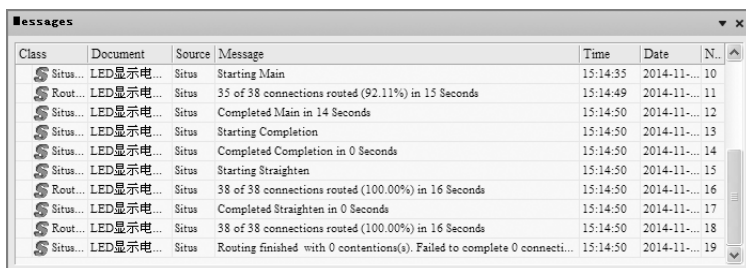

图 9-47 “Messages” 面板
2) 选择一项布线策略，然后单击“Route All”（布线所有）按钮即可进入自动布线状态。这里选择系统默认的“Default 2 Layer Board”（默认双面板）策略。布线过程中将自动弹出“Messages”（信息）面板，提供自动布线的状态信息，如图 9-47 所示。由最后一条提示信息可知，此次自动布线全部布通。